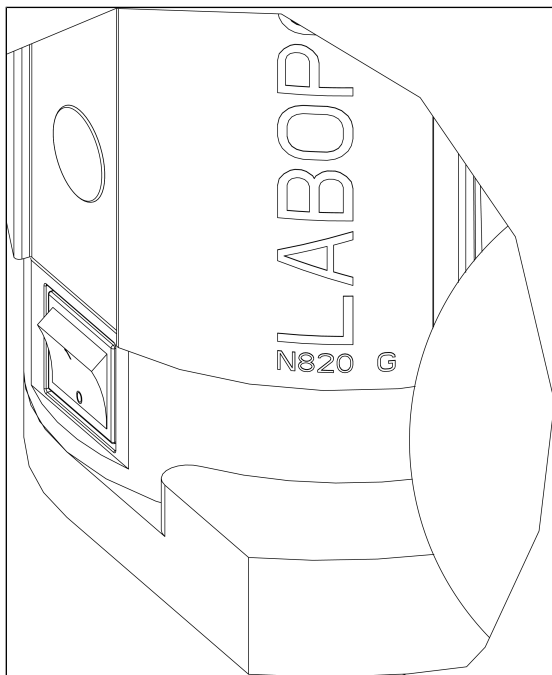

Fig. 7: Attivazione e disattivazione del sistema per vuoto con l'interruttore di alimentazione
- Attivare il sistema per vuoto con l'interruttore di alimentazione (vedere Fig. 7).